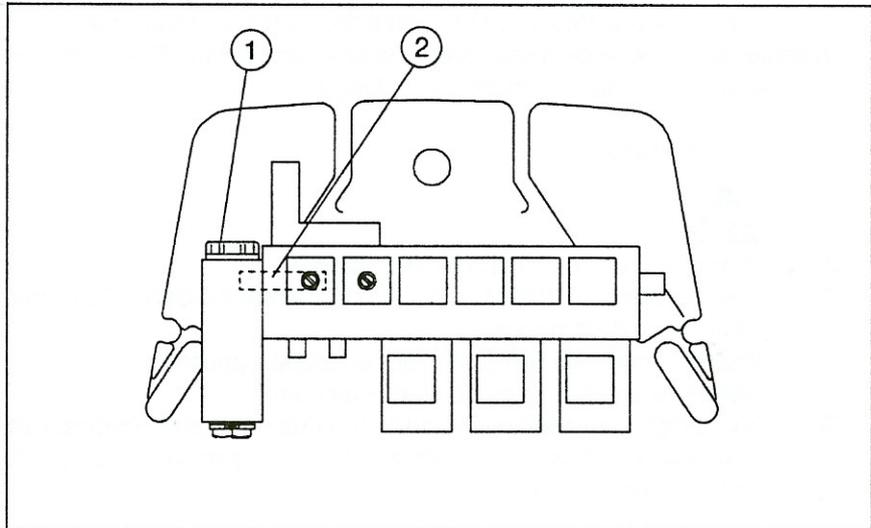

Figure 7. Changement du filtre à eau.
- 4) Dévisser à la main le filtre à eau (Figure 7 (1)) et installer le nouveau filtre dans le bloc.
- 5) Sortir et nettoyer la buse (Figure 7 (2)) située entre le bloc-filtre et le bloc-vanne.